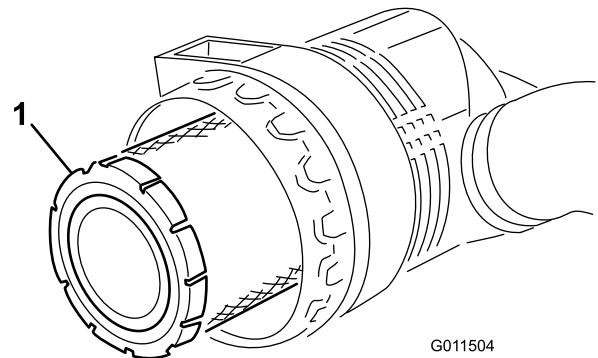

Figura 54
3. Retire y cambie el filtro primario (Figura 54).